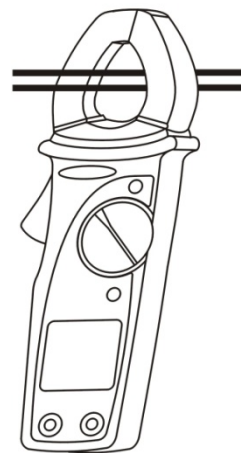

Fig. 6: Utilização da pinça para medições de corrente CA
2. Abrir o toróide e inserir o cabo no centro (consultar parágrafo 4.1.2) do mesmo, considerando a modalidade de inserção indicada na Fig. 6.